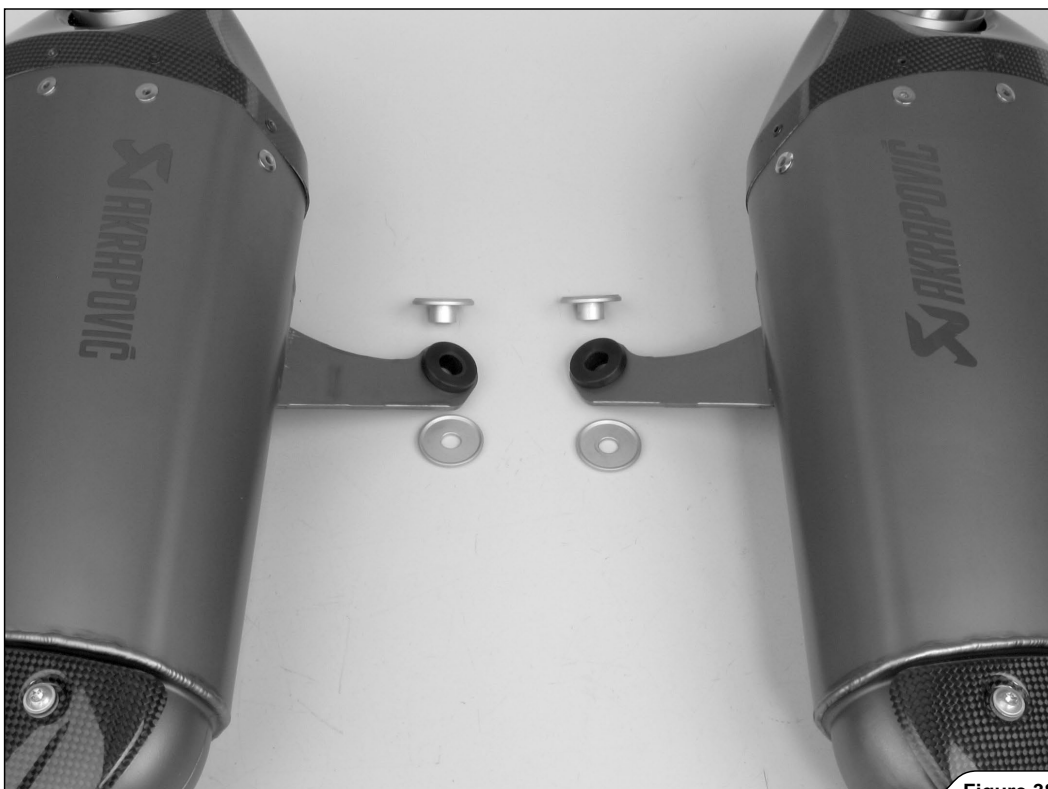

Figure 38
10. Montare correttamente le bussole e i bulloni in alluminio sulle staffe in gomma del silenziatore (Figure 38, 39).
10. Correctly assemble the aluminium bushes and bolts onto the rubber muffler's brackets (Figure 38, 39).